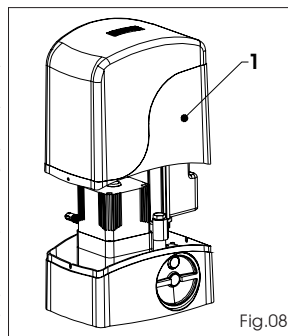

Fig.08
1) Sfilare il carter di copertura, Fig.08 rif.1